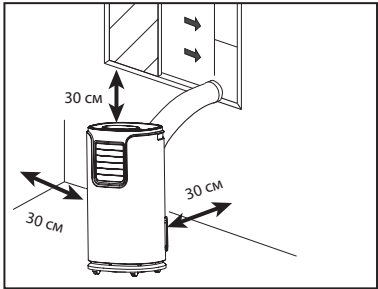

Рис. 11
- 4. Для эффективной работы прибора соблюдайте свободное расстояние 30 см от стенок прибора (см. рис. 11).